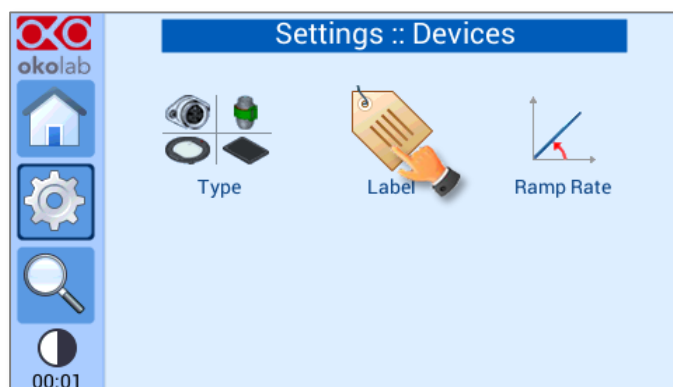

Figura 27. Cómo asignar una etiqueta a un dispositivo
- 1 Pulse el icono de Etiqueta  , ver figura 27.